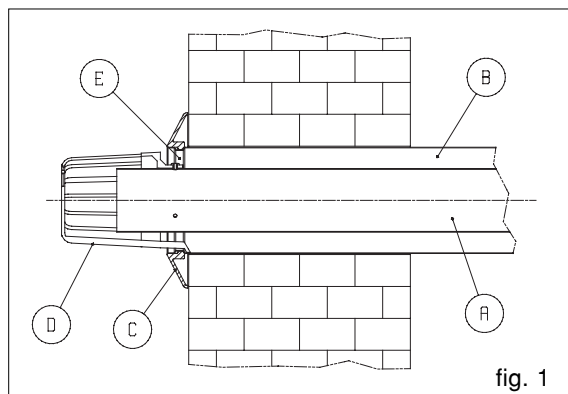

fig. 1
- Preparare i tubi tagliandoli alla lunghezza appropriata al tipo di installazione, quindi introdurre il tubo fumi nel tubo aria fino a raggiungere il fermo **E** (fig. 1) posto all'estremità della guaina. Se l'operazione è eseguita correttamente, la sporgenza del tubo fumi $\varnothing$ 60 rispetto al tubo aria $\varnothing$ 100, risulterà di 7,5 mm.